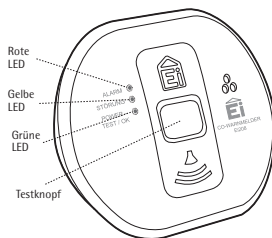

Abbildung 5
8. Den Testknopf (nach 15 Sekunden) drücken, um sicherzustellen, dass das Gerät funktioniert (siehe Abbildung 5.)